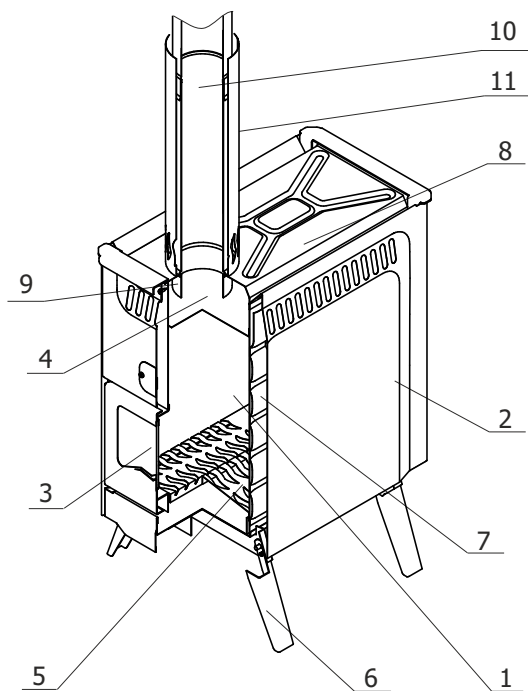
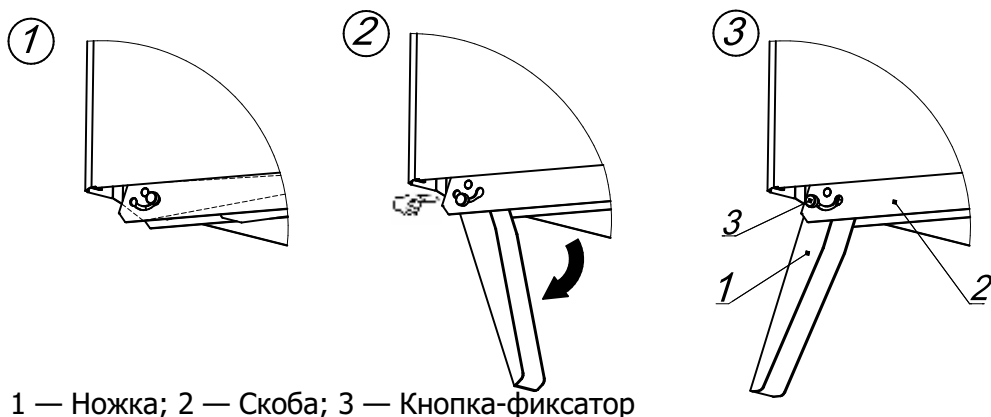

Рис. 1
Рис. 2 Установка ножки в рабочее положение
Конструктивно печь состоит из топки (1) (рис. 1), заключённой в конвектор (2), и дверки (3). Внутри топки размещены отсекающий пламени (4), обеспечивающий оборот горячих дымовых газов и в результате лучший прогрев стенок печи, и колосник (5). Печь установлена на шарнирно закреплённых на топке ножках (6). На боковых стенках топки установлены пластины парообразователя (7). Конвектор экранирует жёсткое тепловое излучение от стенок топки и обеспечивает конвекционные потоки, ускоряющие прогрев помещения. Верхняя поверхность (8) топки может служить варочной поверхностью для приготовления и разогрева пищи. Для организации дымохода в комплект печи входят переходной патрубок (9), шесть дымовых труб (10) и труба-экран (11). Ножки в рабочем положении должны быть откинuty (рис. 2) и зафиксированы в таком положении ограничителем (3), выштампованным в уголке скобы внутренней (2). Для складывания ножек и приведения печи в транспортировочное состояние требуется оттянуть пластину с ограничителем наружу и повернуть ножку к дну топки до упора.
2. Установить ножки в рабочее положение. Для этого необходимо нажать на кнопку — фиксатор и повернуть ножку вокруг оси до фиксации ее в раскрытом положении (рис.2).